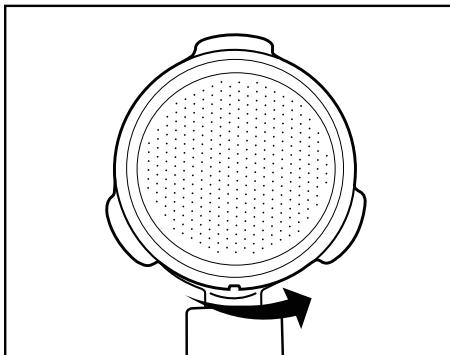

Figura 3
- Ruotare poi leggermente il filtro per espresso grande **19** o piccolo **20** in modo tale che non possa più cadere fuori (Figura 3).